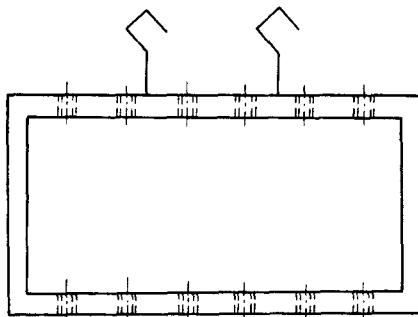
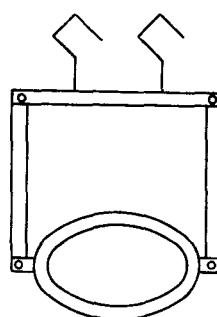

图 1-13
图 1-14
1-13、图 1-14。图 1-13 为一框架式小齿轮镀铜挂具，其挂钩长度以工件装挂后放入镀槽齿面不浸入槽液为基准。因为齿轮的齿面是热处理过程中需要渗碳的关键部位，不能有铜镀层，更不能受腐蚀。工件其余不要求镀铜的部位应按图样要求认真绝缘。图 1-14 所示为齿轮坯料镀铜挂具，挂钩和圆圈底盘材料为铜质，其他部分为钢质，其目的是保证导电良好且有足够的强度，这种挂具常用作齿轮坯料内孔镀铜。
- 2) 使用图 1-13 挂具时，应先将齿轮底部螺孔用蝶形螺栓顶在挂具的下梁上，再用另一对蝶形螺栓将齿轮顶在挂具的上梁上，调节螺母可适量调节齿面距液面的高度。
- 3) 使用图 1-14 挂具时，应检查挂具焊接处是否有松动，以防齿轮坯料装挂后因挂具强度不够而损坏工件和设备。